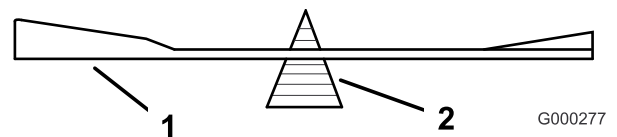

Bild 111
2. Prüfen Sie die Auswuchtung des Schnittmessers auf einer Ausgleichsmaschine (Bild 111).